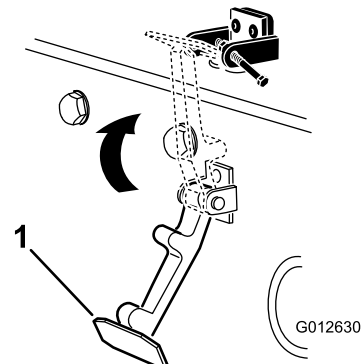

Bild 5
7. Schließen Sie die Motorhaube und haken Sie den Riegel in die Halterung des Motorhaubenriegels ein (Bild 5).